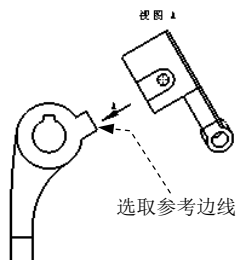

图 6.3.16 选择投影参考线
辅助视图类似于投影视图，但它是垂直于现有视图中参考边线的展开视图。下面以图 6.3.16 为例，说明创建辅助视图的一般过程。
Step3. 选择投影参考线。在系统选择展开视图的一个边线、轴、或草图直线。的提示下，选取图 6.3.16 所示的直线作为投影的参考边线。